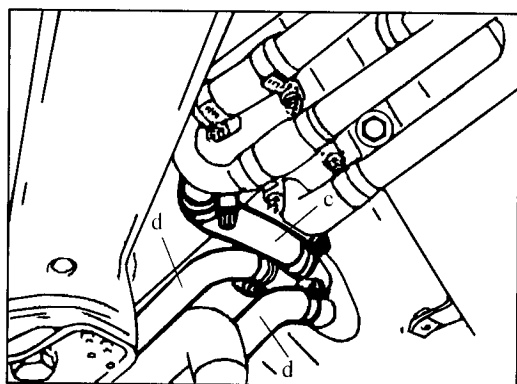

图 9-5-8 加热器供水软管
4. 松开并拆下供水及回流软管 c、d(见图 9-5-8),排干循环水。用压缩空气